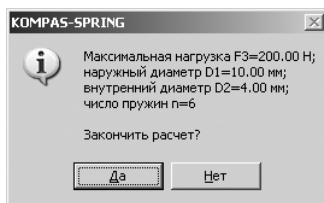

Рис. 4.60. Диалоговое окно **KOMPAS-SPRING**
- щелкните в диалоговом окне **Результаты расчета** по кнопке **ОК** (см. рис. 4.13). Появится диалоговое окно **KOMPAS-SPRING**, см. рис. 4.60;